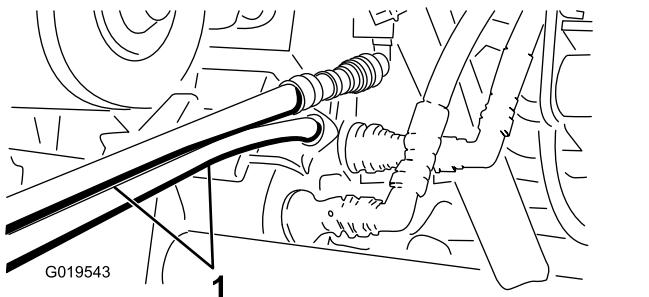

図 78
- 救援側のワークマンのカップラブラケットにまだついているカップラに、救援用ホースを接続する上のホースは上のカップラに、下のホースは下のカップラに接続する図78。